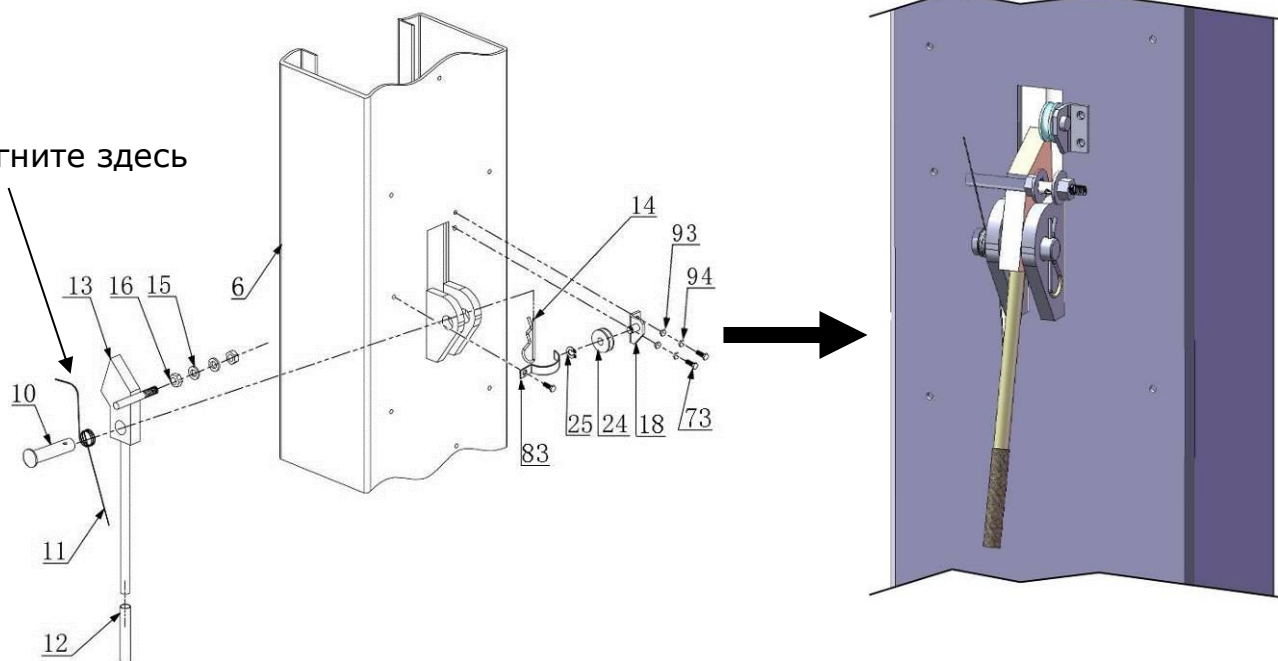
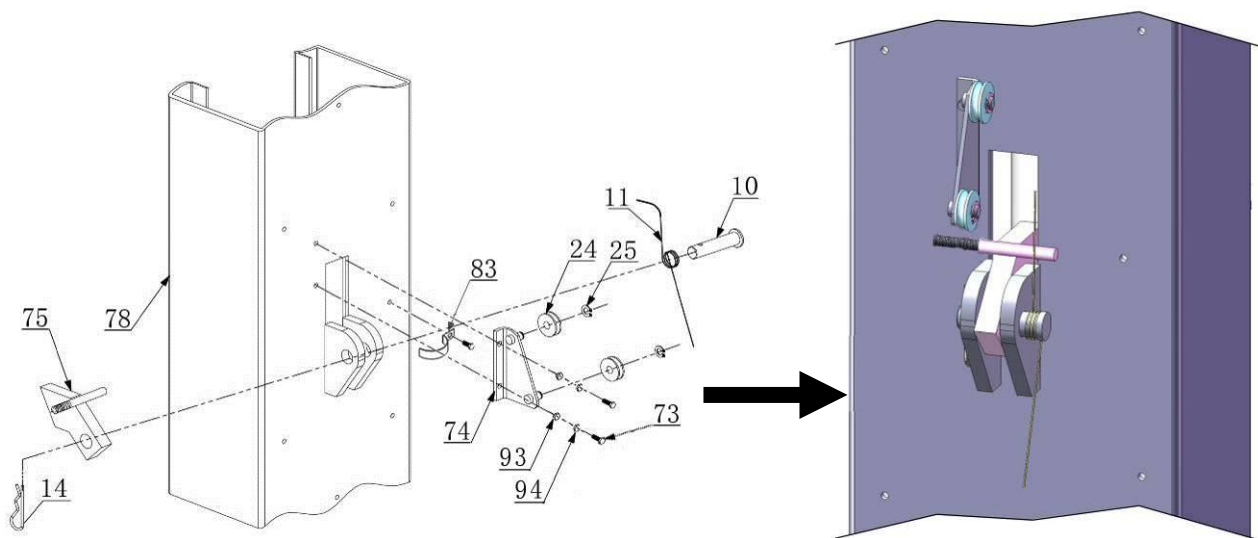

Рис. 19 Главный стопор
Рис. 20 Второстепенный стопор
I. Установка стопорного механизма (Рис. 19 и рис. 20).